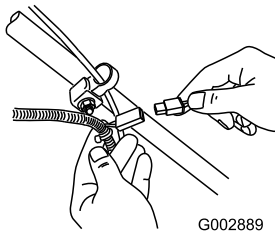

Bild 30
1. Schließen Sie das Ladegerät an den Kabelbaum der Maschine an, der sich unter dem Taster für den Elektrostart befindet (Bild 30).